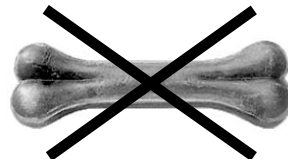

Abb. 23
- Diese Maschine ist zum Schneiden von nicht gefrorenen, knochenfreien Fleisch- und Wurstwaren entworfen worden (Abb.23). Jeder andere Gebrauch, einschließlich Gemüseschnitt, (siehe Norm EN1974) gilt als unzweckmäßig und ist gefährlich.